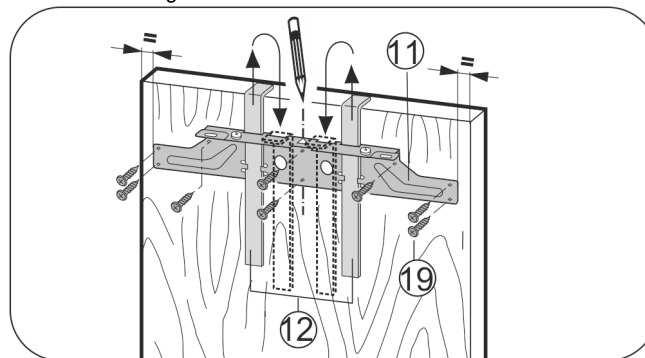

Fig. 18
- Sospendere la traversa di montaggio Fig. 18 (11) sul lato interno dell'anta del mobile servendosi degli attrezzi di montaggio Fig. 18 (12).
- Allineare la traversa di fissaggio Fig. 18 (11) centralmente sulla porta.
- Fissare la traversa di fissaggio Fig. 18 (11) con almeno 6 viti Fig. 18 (19).
- Fissare la traversa di fissaggio Fig. 18 (11) con 4 viti Fig. 18 (19) sul bordo.
- Estrarre gli attrezzi di montaggio Fig. 18 (12) verso l'alto e inserirli capovolti nelle aperture adiacenti.